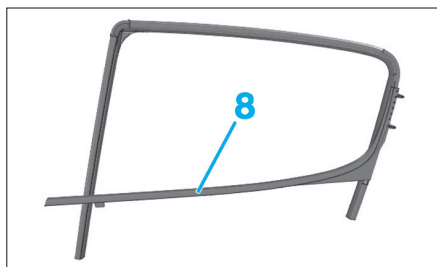

Fig. 125
- Déposer le joint lècheur extérieur (8) (Fig.125).